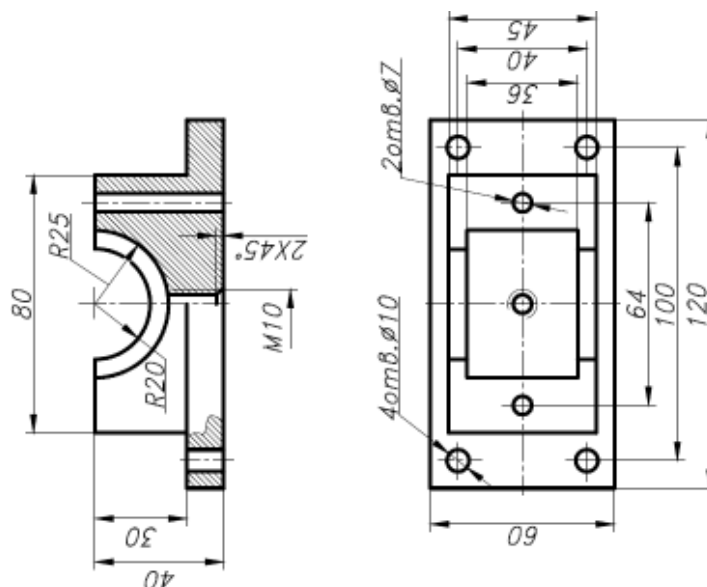

Рисунок 22 – Типова деталь 1
1. Створіть креслення типовий деталі 1 (рисунок 22):